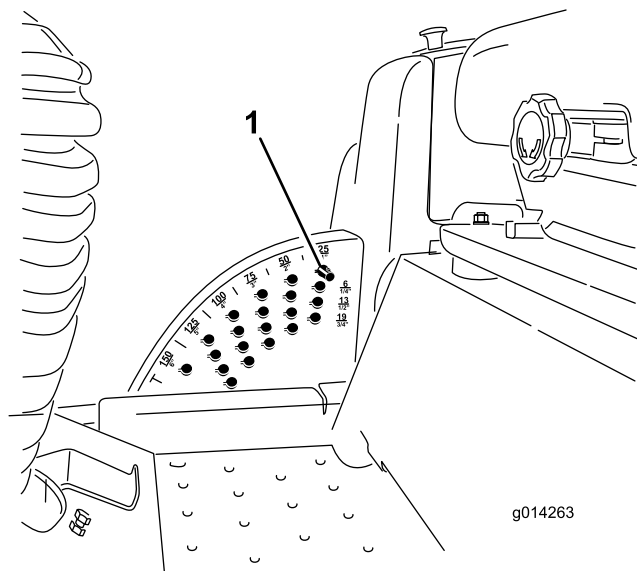

図 25
1. エンジンが回転している状態で、デッキ昇降スイッチの後側を押し、デッキが完全に上昇したら**直ちにスイッチから手を離す** (図 25)。
2. 刈り高ピンを回して刈り高設定穴のスロットとが整列したところでピンを抜き取る (図 25)。
3. 刈り高ブラケットについている穴から、希望する刈り高に対応する穴を見つけ、その穴にピンを通し、ピンを回してロックする (図 25)。
注 穴は全部で4列あります (図 25)。外周側の列は、外周部に刻印されている通りの刈り高の穴です。2列目の穴は、それぞれ1列目プラス6 mmの刈り高となります。3列目の穴は、それぞれ1列目プラス12 mmの刈り高となります。一番下の列の穴は、それぞれ3列目プラス18 mmの刈り高となります。刈り高158 mmだけは例外で、2列目のはずれにあります。この穴にセットすると刈り高158 mmとなります6 mm アップにはなりません。